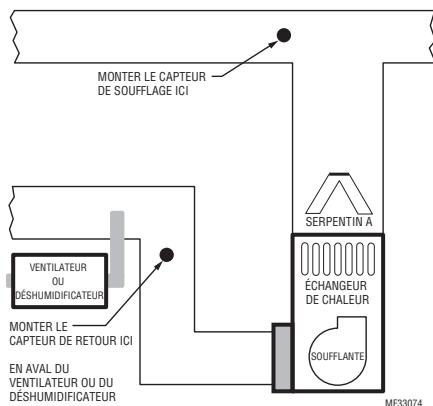

Fig. 1.
Consulter les instructions ci-dessous et les Fig. 1 à 5 pour les emplacements de montage des capteurs de température d'air de soufflage et de retour.
- Monter le capteur de température d'air de soufflage sur la gaine de alimentation à un emplacement permettant un mélange adéquat de l'air. Monter le capteur de température d'air de soufflage à l'écart du serpentin A/de l'échangeur de chaleur, dans la mesure du possible. Voir la Fig. 1.
- Installer le capteur de température d'air de retour sur la gaine de retour à un emplacement permettant un mélange adéquat de l'air. Monter le capteur de température d'air de retour en aval d'un humidificateur de dérivation, d'un déshumidificateur ou d'un ventilateur. Voir les Fig. 1 à 5.
1. Consulter les instructions des Fig. 1 à 5 pour les emplacements des capteurs d'air de soufflage et de retour.